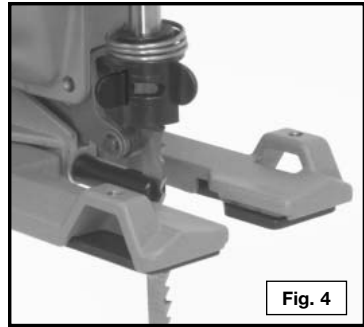

Fig. 4
- Con los dientes de la hoja orientados hacia la parte delantera de la sierra, introduzca la hoja a través de la guía de hoja y en el portahoja tanto como se pueda, y suelte las palancas. Ver la (Fig. 4).
- Tire de la hoja hacia arriba hasta que esté fija en su sitio. La hoja está instalada adecuadamente cuando las palancas están alineadas tal como se muestra en la Fig. 4.